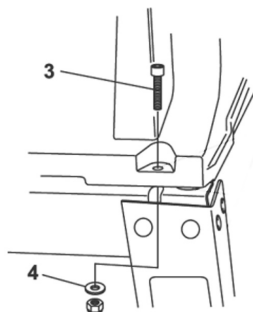

Fig. 3 – Montagem da mesa da máquina na estrutura
- Coloque a serra de mesa sobre a estrutura já montada, utilize os parafusos (3) e as arruelas (4) e as porcas, conforme mostra a fig. 3 abaixo.